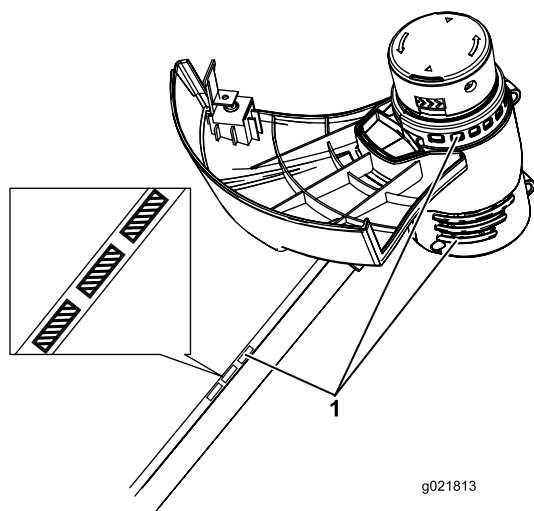

Figure 18
5. Enlevez à la brosse les débris accumulés sur les prises d'air du carter du moteur et sur l'arbre pour empêcher le moteur de surchauffer (Figure 18).